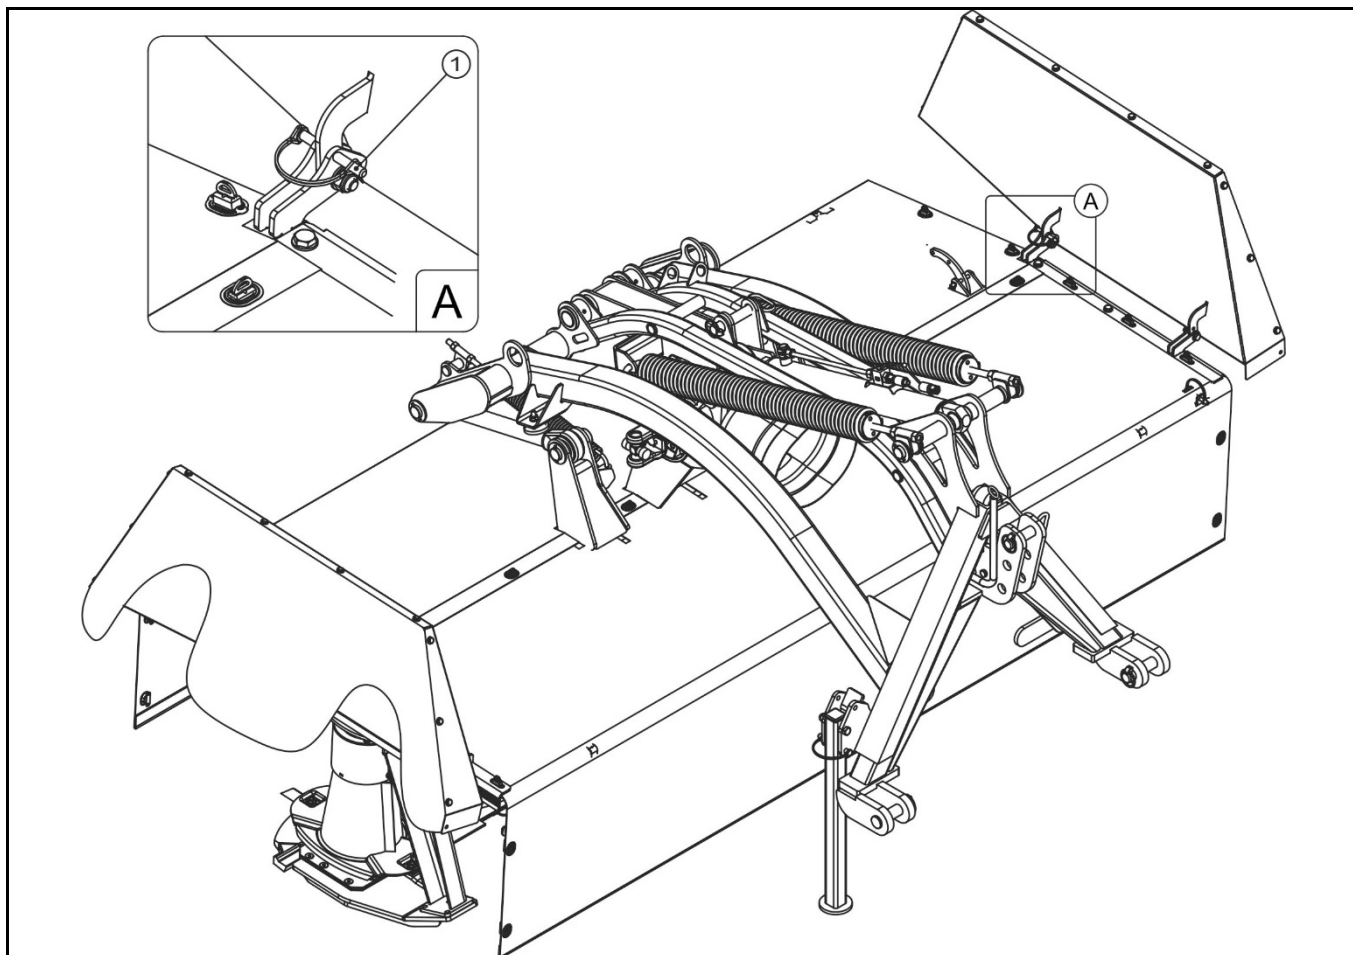

РИСУНОК 4.4 Подъем боковых кожухов в транспортное положение
- поднять боковые кожухи косилки вверх и заблокировать чеками (1) (РИСУНОК 4.4).